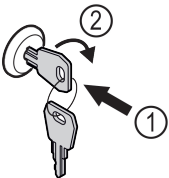

Fig. 151
- ▶ Įspauskite raktą Fig. 151 (1).
- ▶ Pasukite raktą 90° pagal laikrodžio rodyklę Fig. 151 (2).